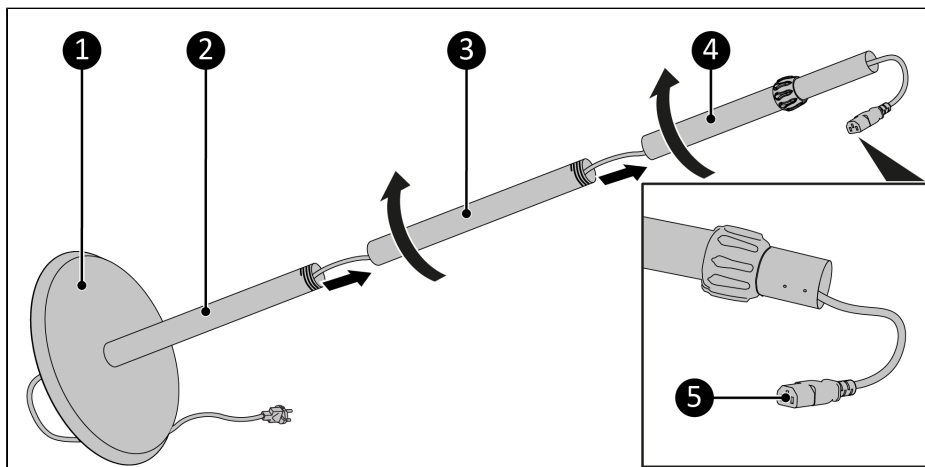

Figure 45.
3. Insérez la fiche femelle du cordon d'alimentation (Figure 45, pos. 5) dans l'ouverture située sur le dessous du socle (Figure 45, pos. 1) et du tube inférieur (Figure 45, pos. 2).
4. Insérez la fiche femelle du cordon d'alimentation dans le tube intermédiaire (Figure 45, pos. 3), puis vissez le tube intermédiaire sur le tube inférieur.
5. Insérez la fiche femelle du cordon d'alimentation dans le tube réglable (Figure 45, pos. 4), puis vissez le tube réglable sur le tube intermédiaire.